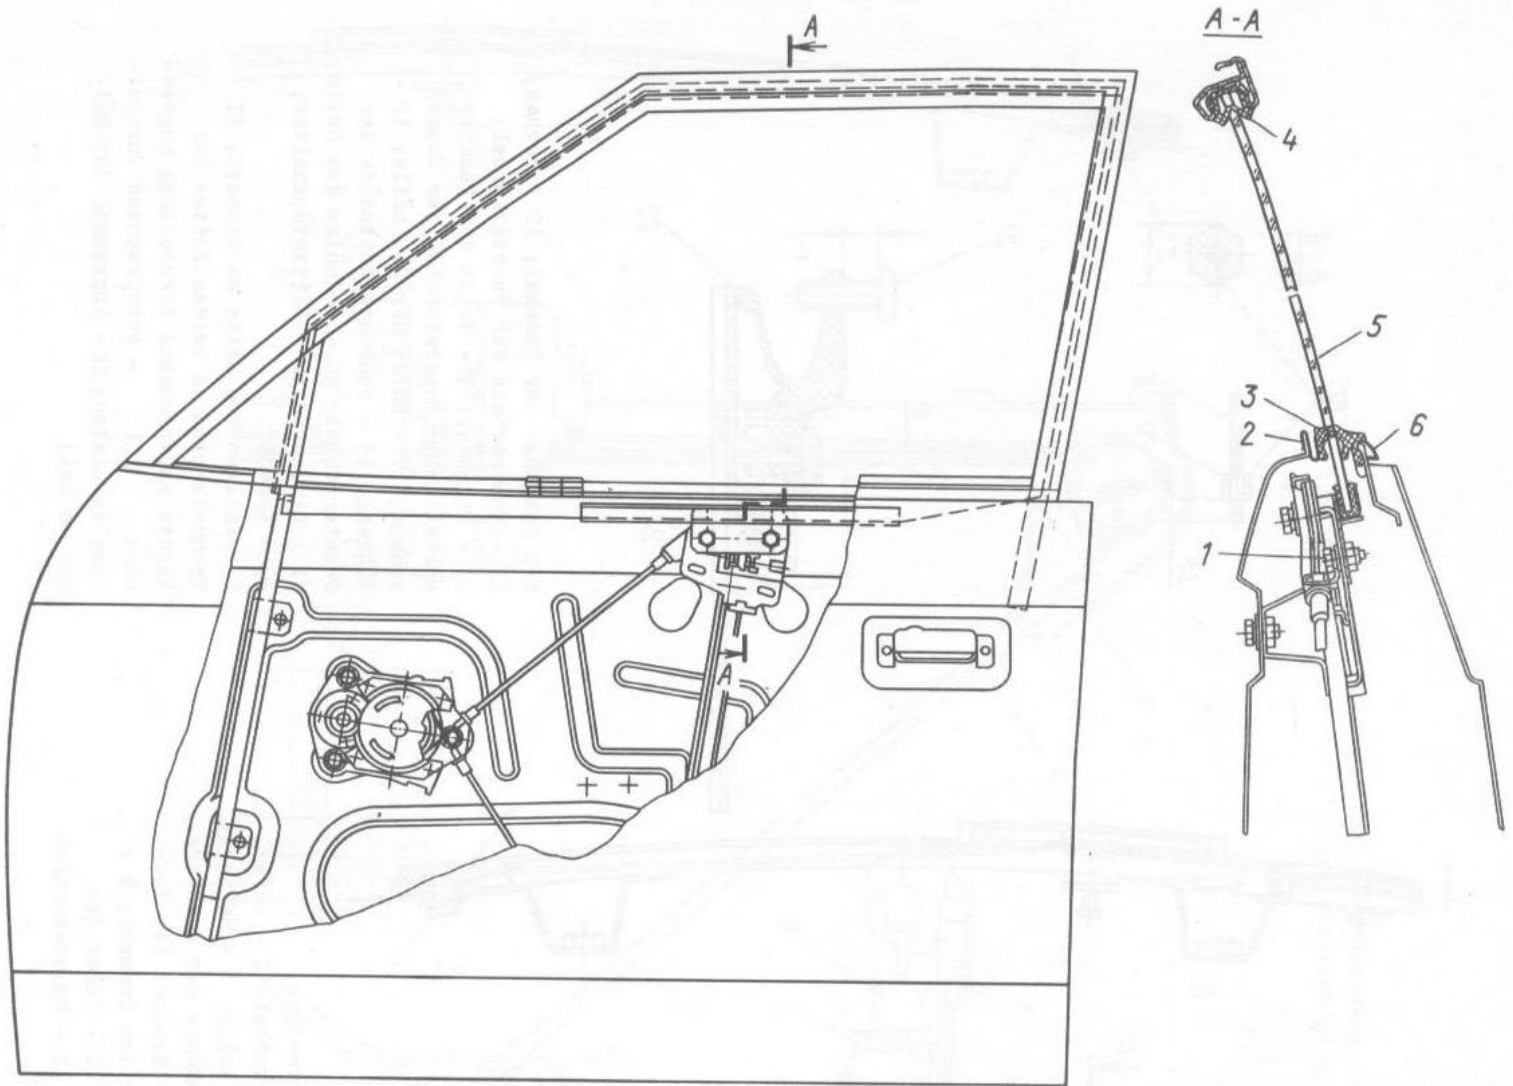

Bild 8-4. Einsatz des Kurbelfensters der Vordertür:
2. Glasscheibe 5 (Bild 8-4) der Tür von Gleitstück der Fensterkurbel trennen, dazu zwei Befestigungsschrauben 1 losdrehen und die Glasscheibe akkurat in das Innere der Tür herablassen.
9. Gleitstück der Fensterkurbel herablassen und Schrauben 1 (siehe Bild 8-4) durch die unteren Montageöffnungen am inneren Türblech eindrehen.